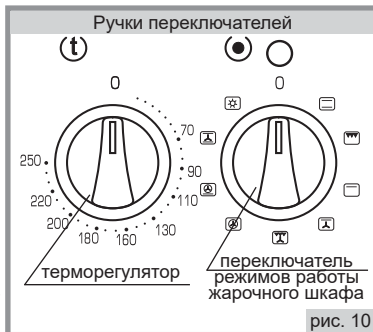

рис. 10
- Установка рабочей температуры в жарочном шкафу обеспечивается терморегулятором, который задает необходимую температуру (рис.10). Значения температур указаны на панели управления и являются ориентировочными, могут колебаться в пределах $\pm 15^{\circ}\text{C}$.
- Ручкой переключателя режимов (рис.10) установить нужный Вам режим работы жарочного шкафа, повернув ручку в любую сторону и установив ее на нужный значок. При отключенных конфорках стола над ручкой загорается красная сигнальная лампочка, что означает готовность жарочного шкафа к работе, но нагреватели при этом не включаются.